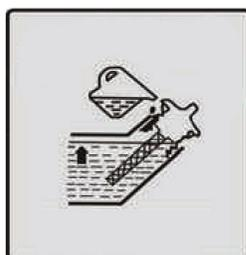

Рис. 3.2
- 1.3. Если масляный уровень ниже конца щупа, долейте рекомендуемое масло до нужного уровня, согласно схеме (рис. 3.2).